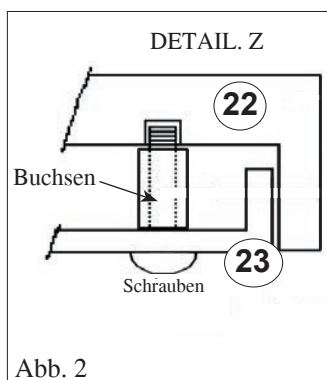

Abb. 2
- Das vordere obere Frontpaneel aus Keramik (22) abgestützt auf die Frontpaneel Halterung (23) in Position bringen, wurde oberhalb der Tür positioniert.
HINWEIS: Zur korrekten Montage des oberen vorderen Frontpanels (22) ist es notwendig, dass zwischen diesem und dem Frontpaneel (23) der mitgelieferte Einsatz platziert wird, so wie es im Detail "Z" in Abb. 2 angegeben ist.